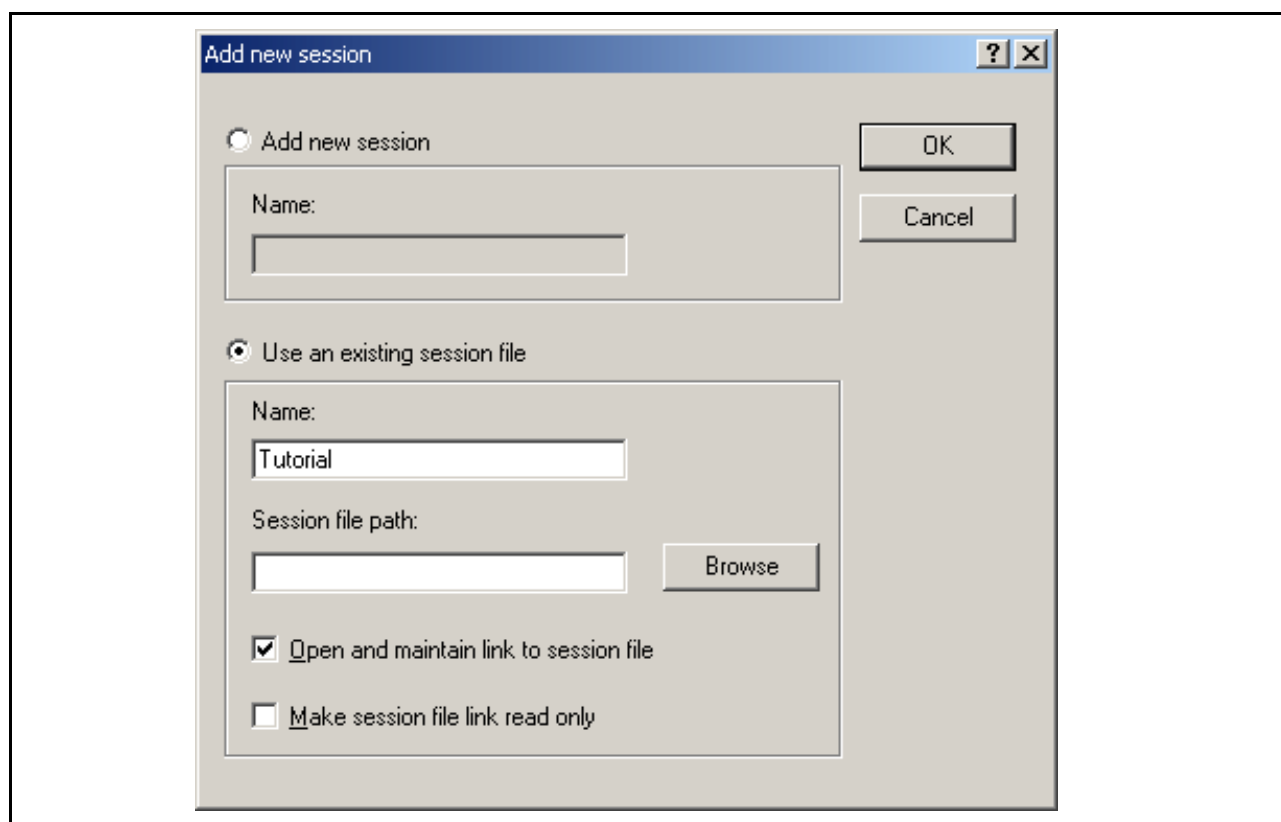

图 4.35 [Add new session] (添加新的会话) 对话框
2. 单击 [Add...] (添加...) 按钮, 以显示 [Add new session] (添加新的会话) 对话框 (图 4.35)。